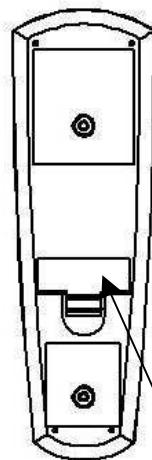

FIGURA 1
La chimenea Optiflame tiene un control remoto con frecuencia de radio(todos los modelos excepto BF36E). Este control remoto tiene un alcance de aproximadamente 50pies. (15.25m), No necesita dirigirlo hacia la chimenea y puede pasar a través de la mayoría de los obstáculos (incluyendo paredes). Está provisto con una de las 2187 frecuencias independientes para prevenir que haya interferencias con otras unidades. La designación de la frecuencia está indicada atrás del transmisor (FIGURA 1).
6. Presione el botón de ENCENDIDO localizado en el transmisor del control remoto (FIGURA 1). Esto sincronizará el transmisor del control remoto y el receptor.